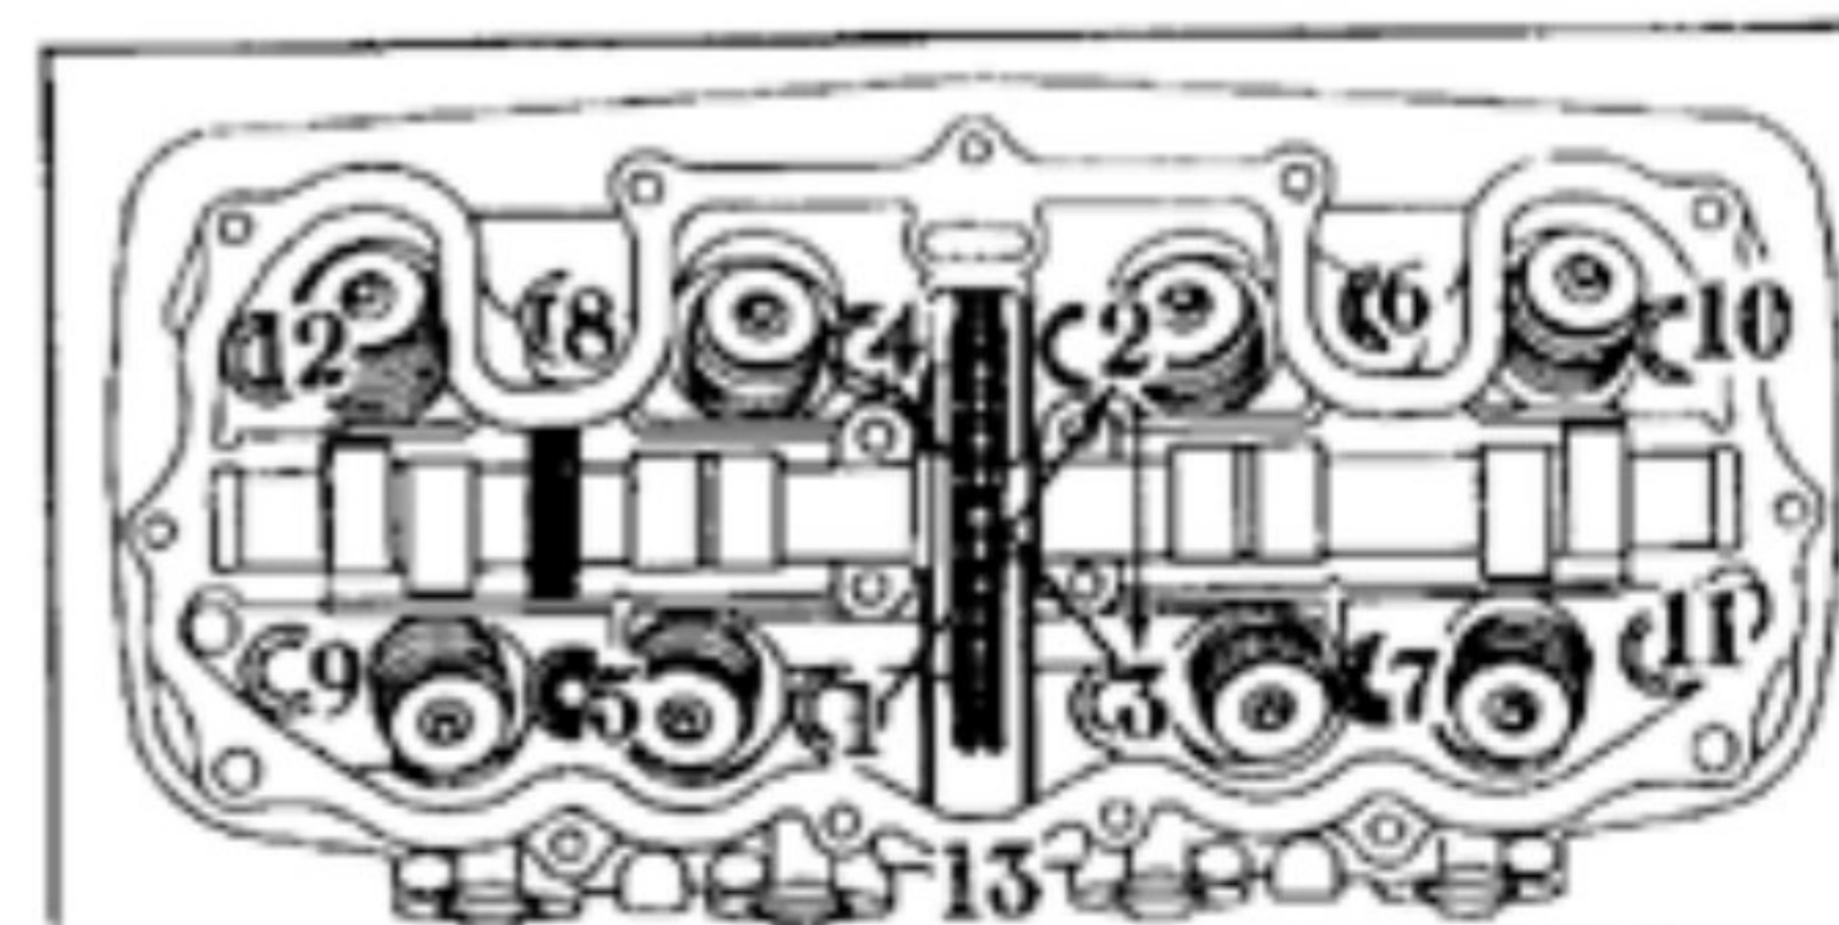

Fig. 3-6 Ordine di serraggio dei dadi della testa.
2. Applicare uno strato di olio motore alla filettatura dei dadi della testa, e serrarli in croce partendo dall'interno. L'ordine di serraggio è indicato in fig. 3-6. Coppia prescritta 2,0 kgm.